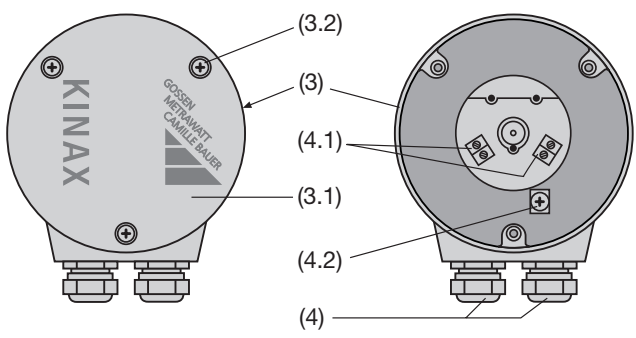

Bild 9. Rückenteil (3) mit Klemmen (4.1) sowie (4.2) und Stopfbuchsen (4). Links: mit Deckel (3.1) verschlossen. Rechts: zugänglich.
Bei den Varianten mit direkt am Messumformer angebrachten **Schraubklemmen** und **Stopfbuchsen** befinden sich 4 Schraubklemmen (4.1) und 1 Erdungsklemme (4.2) – wie Bild 9 zeigt – im Rückenteil (3). Die Schraubklemmen eignen sich für max. 1,5 mm² Drahtquerschnitte und sind nach Abnehmen des Deckels (3.1) zugänglich.
... mit **Schraubklemmen und Stopfbuchsen** die 3 Schrauben (3.2) herausschrauben, und den Deckel (3.1) abnehmen (Bild 9, links).